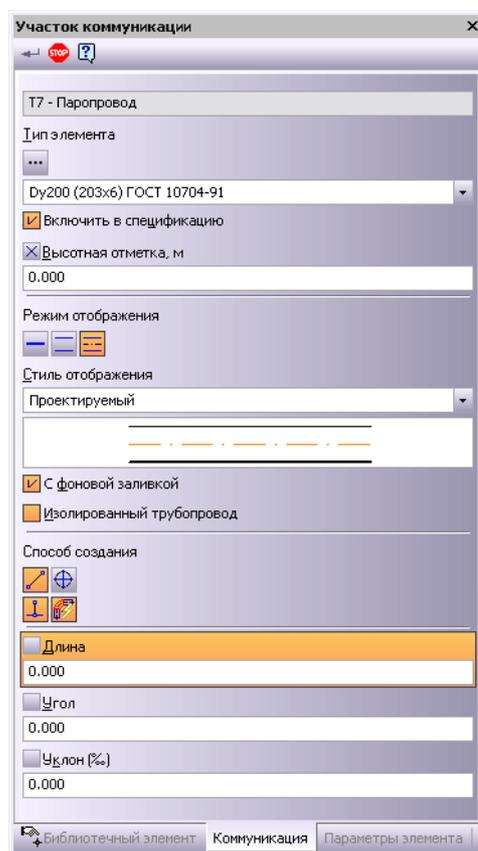
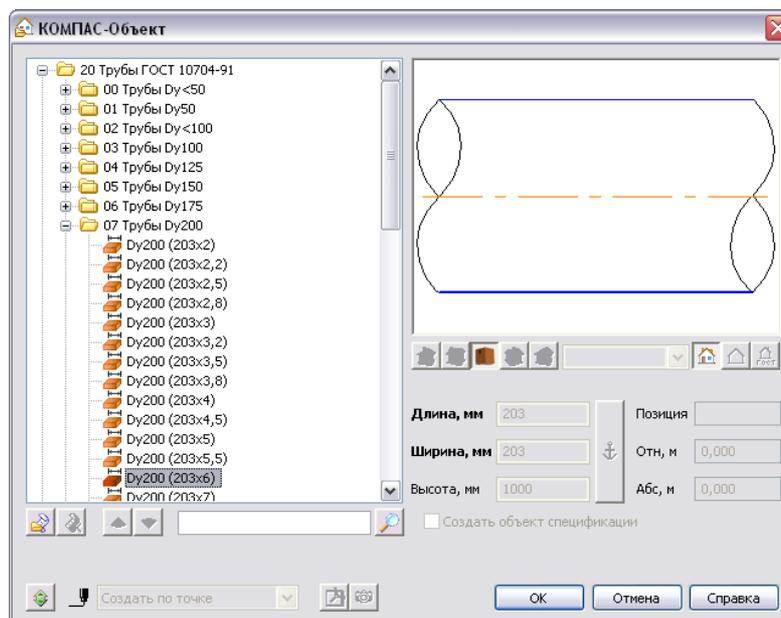

Рис. 2.2 Вкладка **Коммуникация**
Рис. 2.3 Окно библиотеки **КОМПАС-Объект**
4. На вкладке **Коммуникация** (Рис. 2.2) выберите **Тип элемента**, нажав кнопку **...**. После этого на экране появится окно библиотеки **КОМПАС-Объект** (Рис. 2.3).
- 4.1. Выберите из подключённого списка необходимую марку трубы, а также диаметр трубы и толщину стенки (Рис. 2.3).